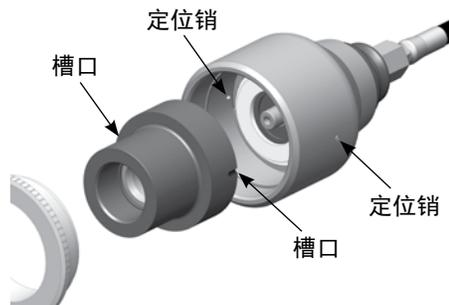

图 8 模头对准
5. 将选好的**模头**安装到**液压外壳**上，并将模头上的槽口与液压外壳上的两个**定位销**对准。参见图 8。